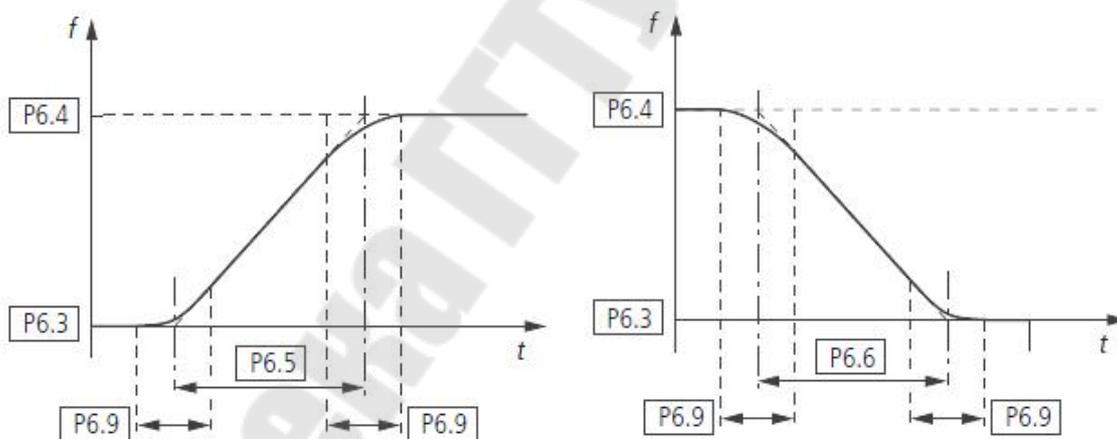

Рис. 5.2. S-образная кривая разгона и торможения двигателя
6. Установите заданные преподавателем значения сглаживания S-образной кривой разгона и торможения двигателя (рис. 5.2).